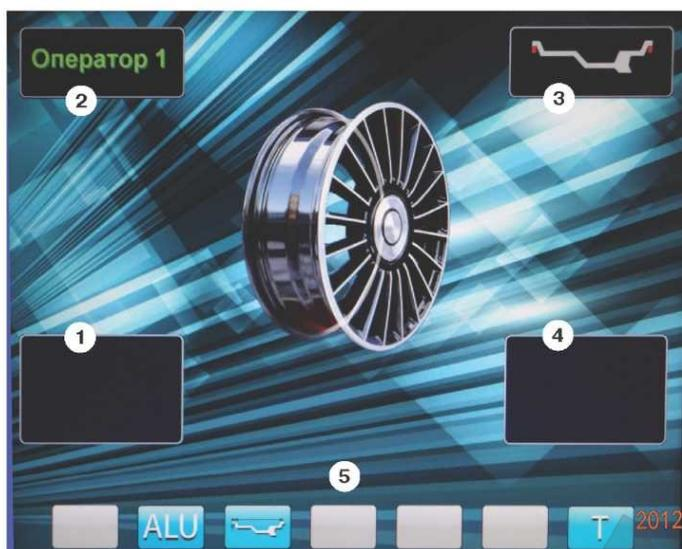
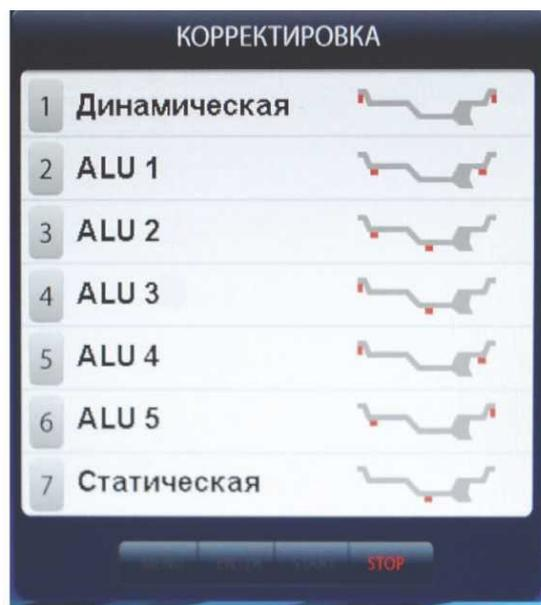

рис.8.2.
рис.11.3.
8.3. После включения питания СБ на экране монитора отображается фирменная заставка, которая через несколько секунд сменяется отображением экрана основного рабочего режима (рис. 8.2).
Для выбора схем расположения грузов в программах ALU1-ALU5 необходимо, находясь в режиме основного рабочего экрана, нажать кнопку «ALU», при этом открывается окно схем установки грузов, отмеченных номерами рис. 11.3. Если после введения размеров колеса установился экран ввода геометрических параметров, необходимо перейти в экран основного рабочего режима нажатием кнопки «STOP». Для выбора нужной схемы нажмите кнопку верхнего ряда клавиатуры с соответствующим номером. Выбранная схема установки грузов отображается в окне 3 экрана основного рабочего режима (рис. 8.2).
12.2. При включении СБ программа измерения дисбаланса настраивается таким образом, что дисбаланс менее 5 г (заводская установка) на любой плоскости коррекции не показывается, в этом случае в окнах 1 и 4 (рис. 8.2) высвечиваются «OK». Минимальный дисбаланс отображающийся в окнах 1 и 4 равен 5 г. Дисбаланс, превышающий 8 г, округляется до величины кратной 5, т. е. дисбаланс 9, 10, 11 и 12 г отображается цифрой 10, дисбаланс 13, 14, 15, 16 и 17 г - цифрой 15 и т. д. Для просмотра неокругленного значения дисбаланса или дисбаланса менее 5 г. необходимо нажать кнопку «<>», при этом в окнах 1 и 4 на 2-3 сек высвечиваются фактические значения дисбаланса, определенные в данном запуске.